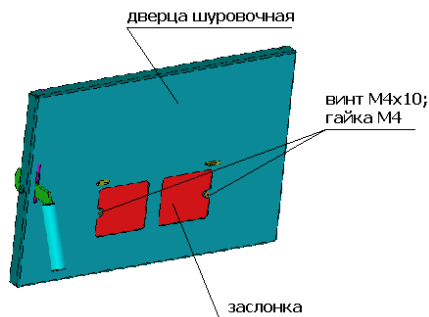

Рис.29 Крепление заслонки (крышка не показана)
7.1.3 На шуровочной дверце 1 (**рис.2**) снять кронштейн 4 (**рис.9**). Из комплекта горелки КОРИ 4/25 или КОРИ 12/50 (табл.2) на шуровочную дверцу с внутренней стороны (**рис.29**) крепить заслонку (изоляцией на дверцу).